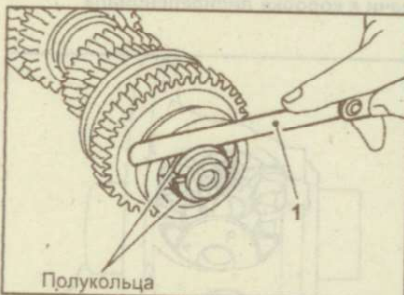

Рис. 9.119. Использование щупа (1) для измерения осевого люфта заднего подшипника вторичного вала
26. Стальным щупом измерьте осевой люфт заднего подшипника вторичного вала (рис. 9.119).